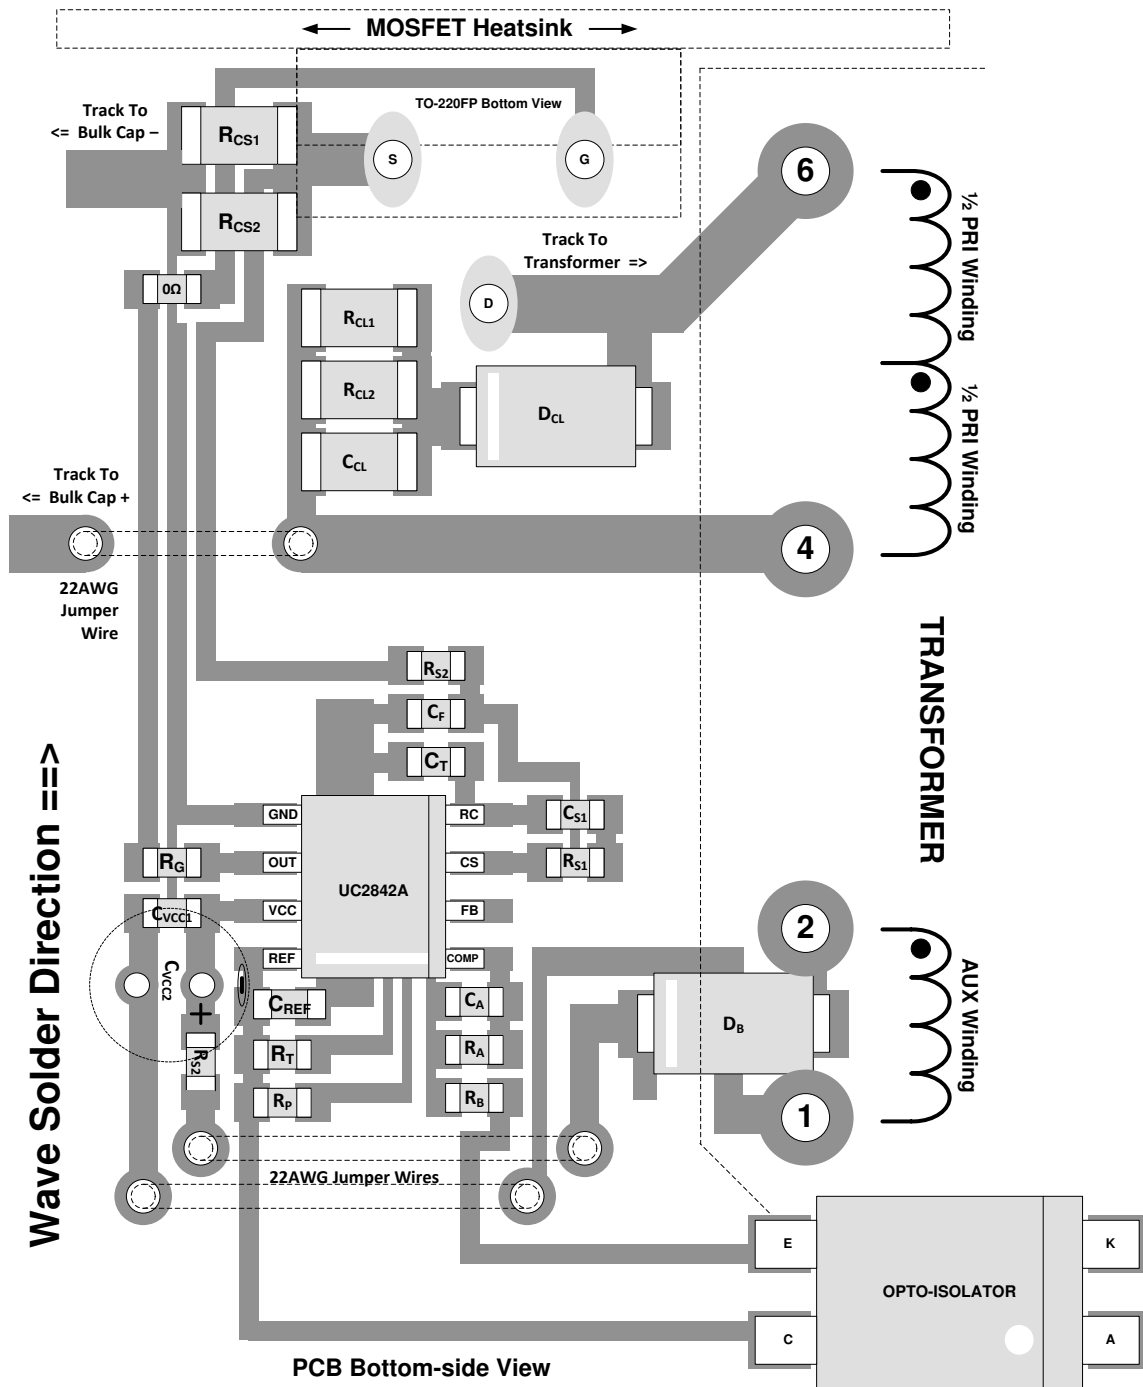

図 10-1. レイアウトの図
- 単層の基板上でウェーブ半田用に配置された SMD 部品を、図 10-1 に示します。複数の層を使用する場合は、相互接続を容易にし、電流ループ領域を減らすため、一部の部品を再配置できます。半田付けプロセスで可能なら、SMD 部品を垂直方向に配置すると、相互接続やループ領域が改善される場合があります。